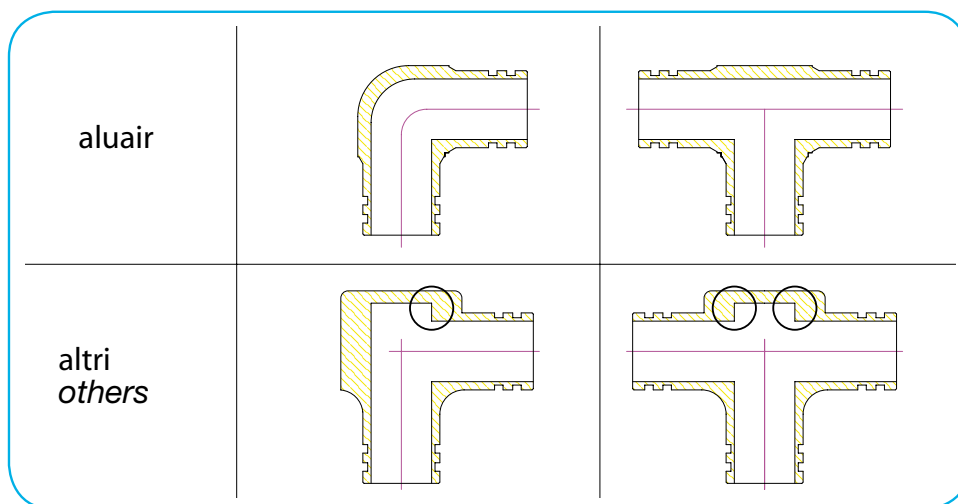

fig.2
Tutti i nostri giunti angolari sono raggiati internamente per evitare le turbolenze (fig. 2).
*All our angular joints have an interior radius (fig. 2).*